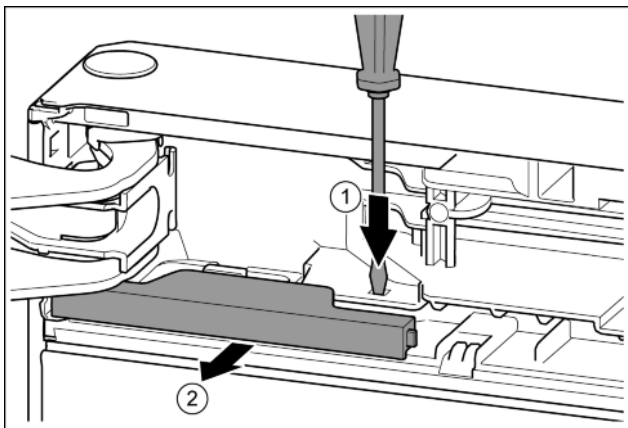

Fig. 11
- ▶ Нажать накладку шлицевой отверткой. *Fig. 11 (1)*
- ▶ Вынуть крышку из зацепления. *Fig. 11 (2)*